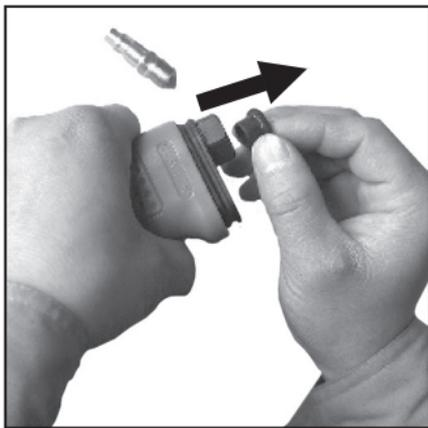

Рисунок 2 – Снятие колпачка
1. Снимите защитный колпачок, расположенный внизу рукояти инструмента на входном отверстии пневматического привода (рис. 2).